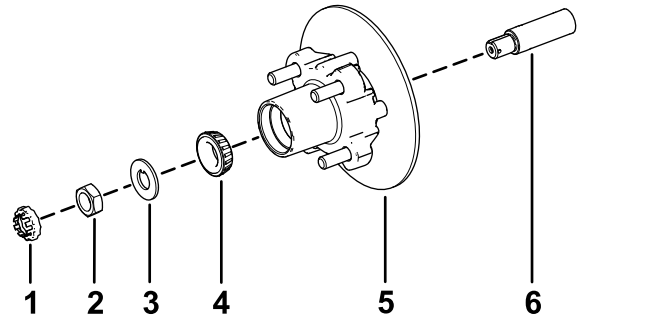

Figure 34
1. Appliquez une fine couche de la graisse spécifiée sur la fusée (Figure 34).
2. Montez le moyeu et le disque sur la fusée, en plaçant le disque à l'intérieur (Figure 34).
3. Montez le roulement extérieur sur la fusée et poussez-le contre la bague extérieure (Figure 34).
4. Placez la rondelle à languette sur la fusée (Figure 34).
5. Vissez l'écrou de fusée sur la fusée et serrez-le à 15 N·m (11 pi-lb) tout en tournant le moyeu pour asseoir le roulement (Figure 34).
2. Placez les plaquettes de frein de chaque côté du disque (Figure 30), puis alignez les trous du support d'étrier et les trous du support de frein sur le porte-fusée (Figure 34).